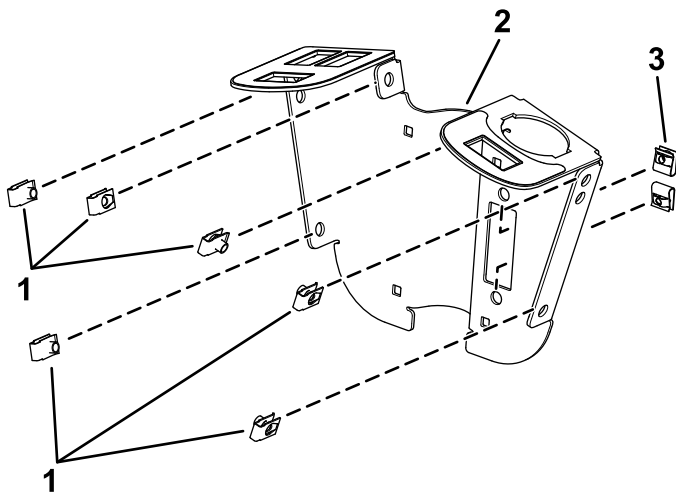

Bild 1
1. Montieren Sie die sechs Klemmen und die beiden Blechmutter an der Schalterhalterung (Bild 1).